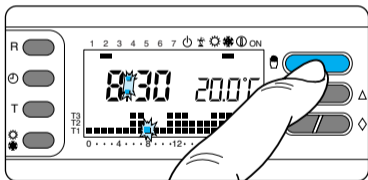

Fig. 60
*AUTOMATICO prima dello scadere del tempo programmato premere il pulsante  (fig. 60).*